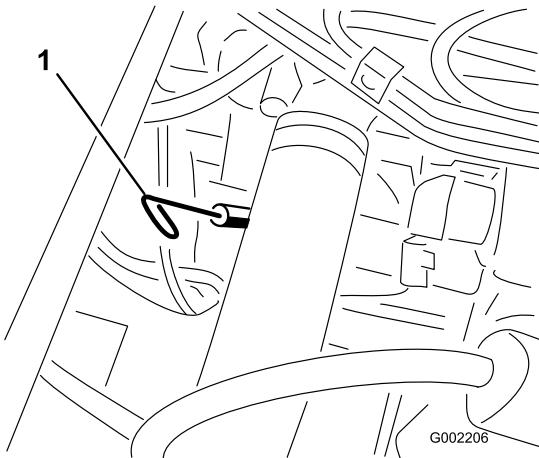

Figura 16
2. Retire la varilla, ubicada debajo del asiento del pasajero, y límpielo con un paño limpio (Figura 16). Introduzca la varilla en el tubo asegurándose de que entre a fondo. Retire la varilla y compruebe el nivel de aceite.